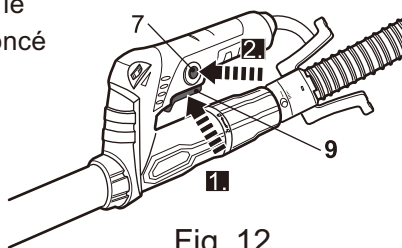

Fig. 12
- > Mettez l'appareil en marche en appuyant sur le bouton marche/arrêt (9) et maintenez-le enfoncé (Fig. 12, étape 1).
- > Appuyez sur le bouton de verrouillage (7) et maintenez-le en position afin de verrouiller l'interrupteur marche/arrêt (9) (Fig. 12, étape 2).
- > Relâchez le bouton de verrouillage (7) et l'interrupteur marche/arrêt (9). L'interrupteur marche/arrêt est maintenant verrouillé pour un fonctionnement en continu.
- > Appuyez sur l'interrupteur marche/arrêt (9) et relâchez-le pour éteindre l'appareil.